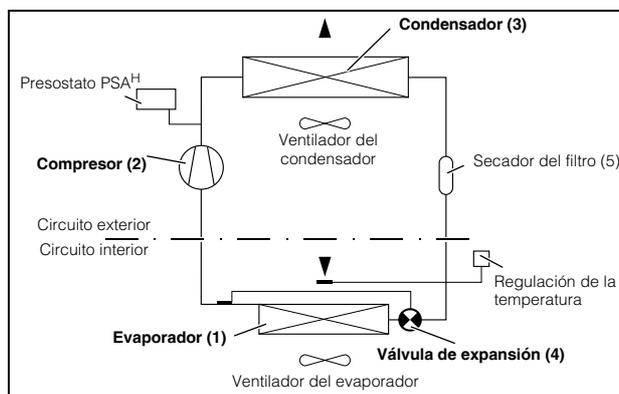

Imagen 3: Circuito de refrigeración
El refrigerador (instalación frigorífica de compresión) consta de cuatro componentes básicos (ver imagen 3): Evaporador (1), compresor del medio refrigerante (2), condensador (3), así como válvula de regulación o de expansión (4), unidos entre si por medio de tuberías. Este circuito contiene un agente ligeramente hirviente, el fluido frigorífico. El medio refrigerante R134a (CH2FCF3) está exento de cloro. Su capacidad de destrucción del ozono (OZP) es 0.